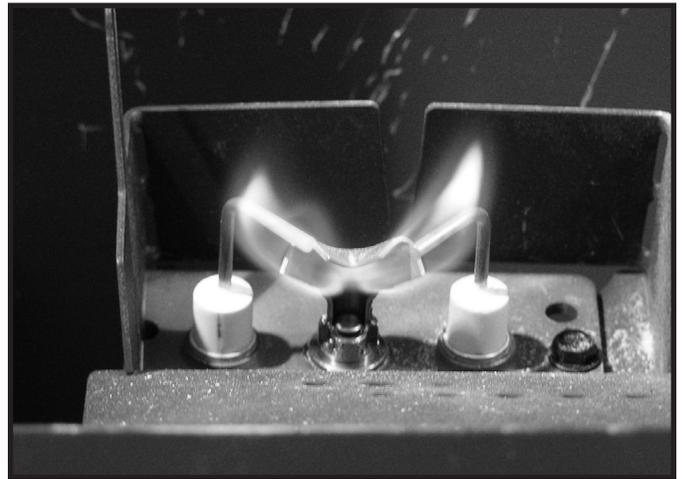

Figure 4.3 Modèles de flamme de la veilleuse
- Inspectez la qualité du comportement de la flamme de la veilleuse. Voir la figure 4.3. pour un modèle de flamme de la veilleuse. Nettoyez ou remplacez la tête d'injecteur à filetage mâle si nécessaire.